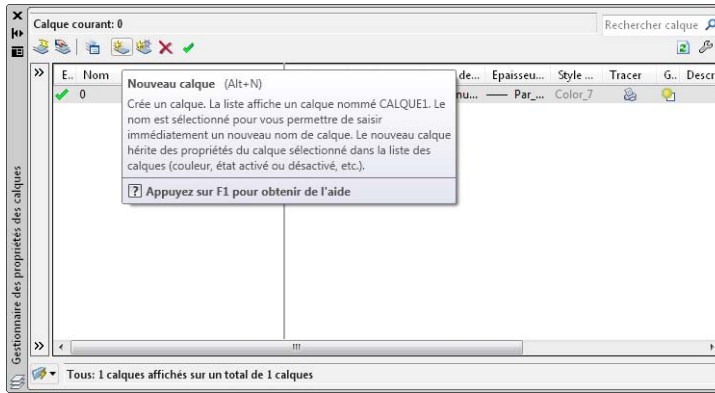

Figure 4.34
2. Cliquez sur le bouton Nouveau calque (voir Figure 4.34).